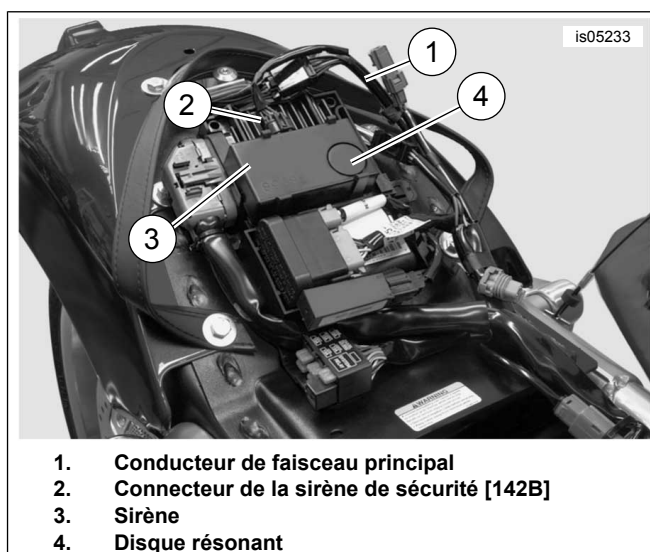

Figure 12. Modèles 2007 et ultérieurs VRSCA, VRSCD, VRSCF
- Figure 12 Repérer le connecteur de la sirène de sécurité à trois fils [142B] (2), attaché au fil du faisceau (1) qui passe le long du boîtier de montage du TSSM. Couper le ruban adhésif pour libérer le connecteur et les fils.
- Avec le disque de la sirène (4) tourné vers l'extérieur, clipser la sirène sur le boîtier de montage du TSSM comme indiqué.